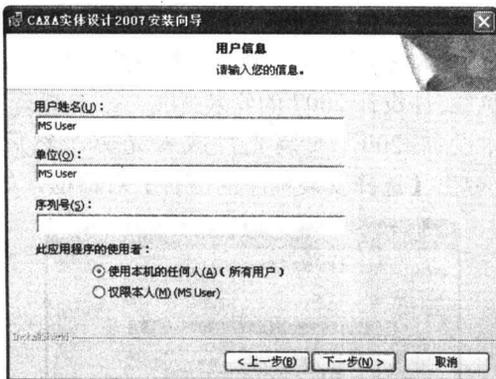

图 1-5 【用户信息】界面
(4) 单击 **下一步(N) >** 按钮进入【用户信息】界面，在此界面中可以输入使用者姓名和公司名称，如图 1-5 所示。